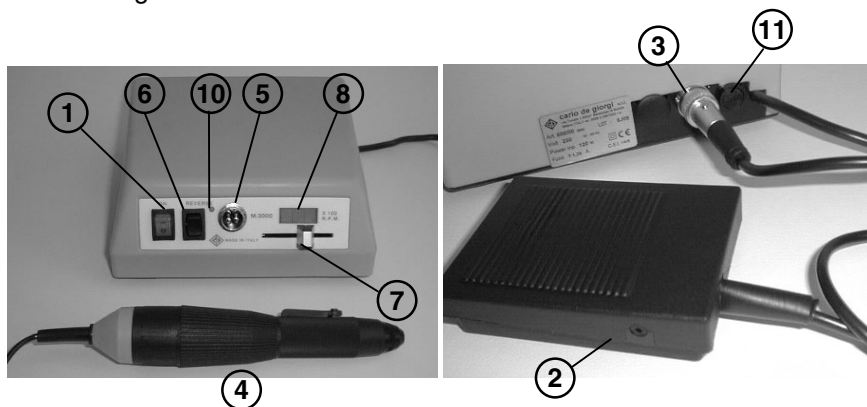

Fig. 1 (modèle de table)
En se référant à la Figure 1 pour le modèle de table et à la Figure 2 pour celui au sol, après avoir mis l'appareil en place et s'être assurés que l'interrupteur général (1) est bien sur OFF, il faudra connecter:
- la pédale (2) au connecteur (3) placé derrière l'appareil (seulement pour les modèles de table)
**\* pour les modèles de table, se reporter à la Fig. 1 – pour ceux au sol à la Fig. 2\***
- a) interrupteur général lumineux vert (1);
- b) sélecteur noir de la direction de rotation de l'outil (reverse) (6). Quand on invertit le sens de rotation (normal=horaire, reverse=anti-horaire) l'indicateur lumineux led orange (10) s'allume;
- c) pédale de commande de la rotation de l'outil (2) (seulement pour les modèles de table);
- d) régulateur à coulisse de la vitesse de rotation de l'outil (7) (seulement pour les modèles de table);
- e) afficheur du nombre de tours par minute de rotation du moteur (tours/mn x 100) (8) (seulement pour les mod. de table 3000 et 5000);
- f) régulateur de vitesse à pédale (9) (seulement pour les modèles au sol);
- g) fusible de protection du circuit d'alimentation (11).